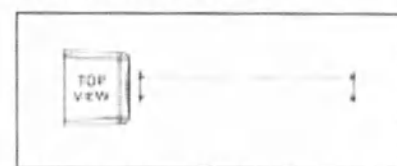

Рисунок 3-17 – Горизонтальная плоскостная регулировка
5. При необходимости используйте кнопку **«Точная горизонтальная плоскостная регулировка»**, как показано на рисунке 3-5 – Пульт дистанционного управления Micro+, для перемещения лазерного луча на устройстве за изоцентром (см. рисунок 3-17 – Горизонтальная плоскостная регулировка).